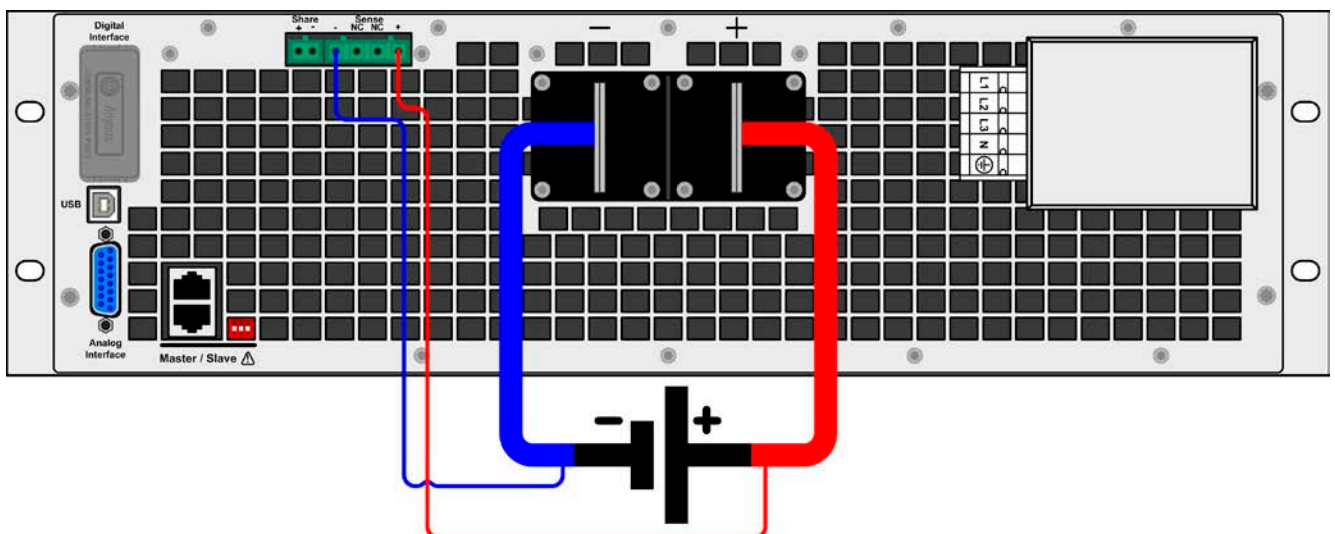

图 10 - 远程感测接线举例
- 感测线跟源极之间要+与+，-与-相连，否则会损坏两个系统。见图 10。